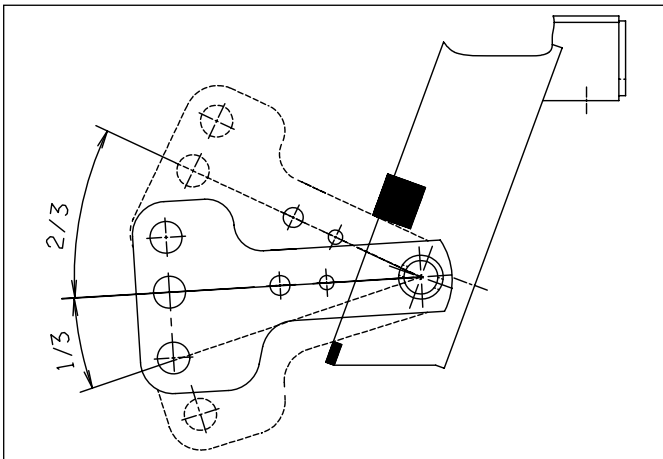

Fig. 2-7
- Fig. 2-7 c) Die Fähigkeit der optimalen Bodenanpassung ist erreicht, wenn die Kippvorrichtung **A** sich 1/3 nach unten und 2/3 nach oben bewegen kann.